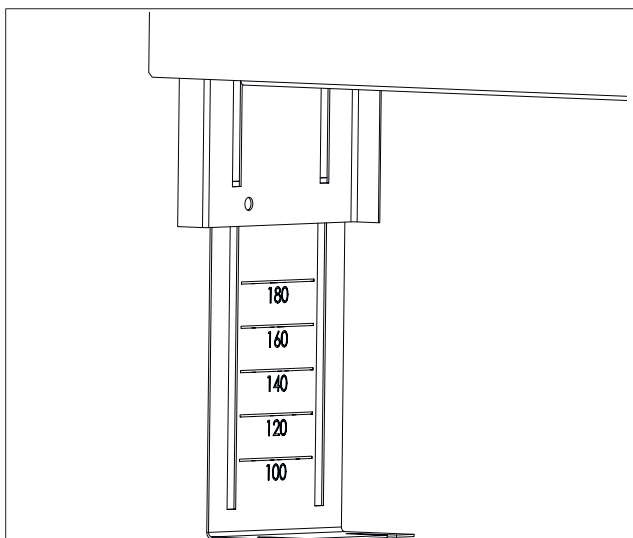

Fig. 7: Marquage de la hauteur
3. Ajustez les pieds du coffret pour pose encastrée à la hauteur souhaitée. Respecter la hauteur de la chape lors de l'ajustage des pieds. La surface de la chape devrait se situer au moins 1 cm au-dessus du bord inférieur du cache pour chape. Un marquage de la hauteur apparaît en extrayant les pieds (voir Fig. 7 auf Seite 29). Les dimensions indiquent la distance entre le plancher et le bord inférieur du cache pour chape. Ajuster les pieds en desserrant les écrous papillons et les fixer en serrant les écrous papillons.